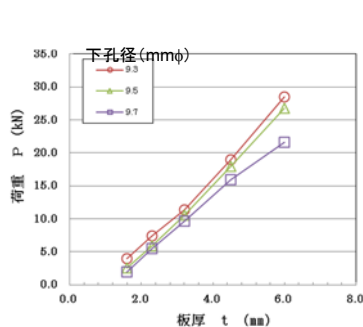

図3 引張強度: 板厚と最大荷重
- **引張強度**: 板厚が厚くなるにつれて最大荷重は大きく増大し、下孔径が小さくなるにつれ最大荷重が増加(図3)